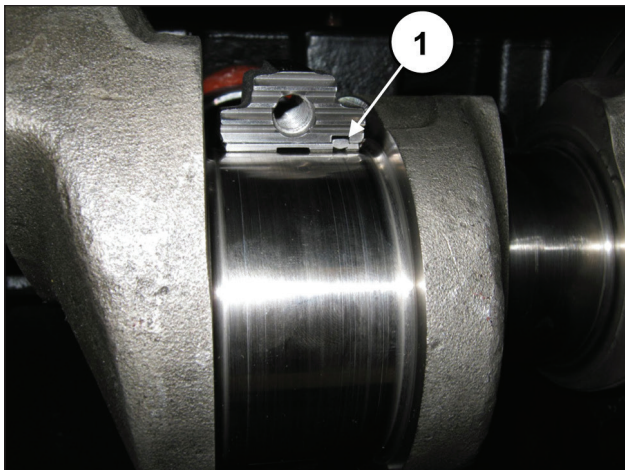

Рис. 68
месте на половинке шатуна (поз. ①, Рис. 68).**